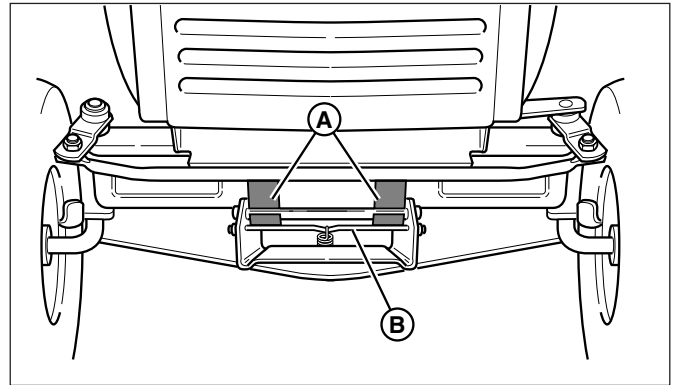

Figure 17. Attelage de la tondeuse
5. Diriger les roues tout droit. Tirer sur le levier à ressort (B, figure 17) et dégager l'attelage de la tondeuse du support d'attelage du tracteur (A).
2. Mettre la tondeuse en position de coupe la plus basse à l'aide du dispositif de réglage de hauteur de coupe. Glisser la tondeuse sous le côté droit du tracteur de façon à ce que l'attelage de la tondeuse s'aligne sur l'attelage avant du tracteur (A, figure 17).